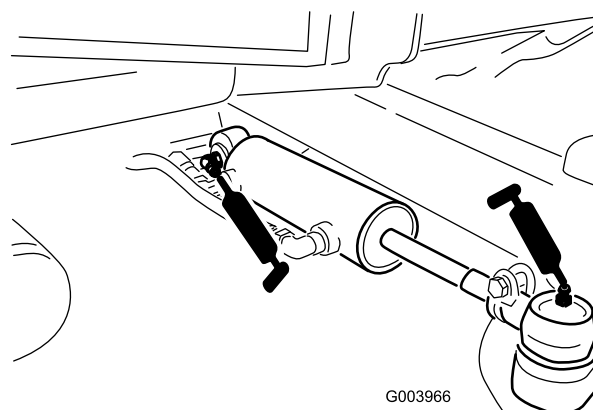

図 58
- ・ ステアリングシリンダのボールジョイント (2ヶ所) (図 58)